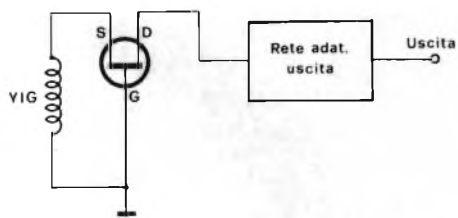

Fig. 7 - La configurazione a gate comune con elemento di sintonia a YIG permette di ottenere variazioni di frequenza di un'ottava con elevata linearità.
Fig. 7 - Il trasformatore "F", è un tipico balun a larga banda contiene anche un terzo avvolgimento (opzionale) che fornisce la corrente di magnetizzazione. Viene impiegato per bilanciare le tensioni tra i terminali a destra e massa in applicazioni con riferimento a massa.
**Sintonia a YIG:** viene impiegata una configurazione a gate comune (fig. 7) con l'elemento YIG collegato fra gate e source.